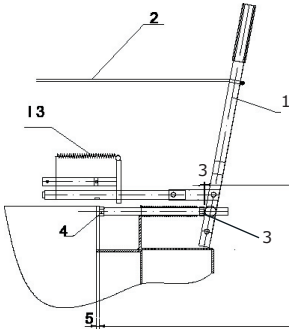

Abb. 7
Nach dem Anbau der Winde, beginnt man mit dem Abwickeln des Drahtseiles. Dieses geschieht durch ziehen der roten Schnur (2) Abbildung 7 .
- Hebel (1) Abb. 7 nimmt die Pos. AUS ein
Es ist verboten, irgendwelchen Eingriff in den Einschaltmechanismus zu unternehmen, der einen synchronen Betrieb der Kupplung und Bremse verhindern würde. Es ist ebenfalls verboten, während des Ziehens den Bremshebel anzuziehen (Pos. 1, Bild 7).
Die Bremse wird mittels Mutter (3) und Mutter (4) eingestellt. Der Bremshebel (1) nimmt dabei die Position EIN (Bild 7) ein.
Die Wartung umfasst den Einschaltmechanismus (Pos. 13, Bild 7), der von Zeit zurzeit gereinigt werden muss. Nach der Reinigung muss dieser mit einem Spray (Empfehlung WD-Spray) besprüht werden, dadurch erreicht man folgende Funktion: